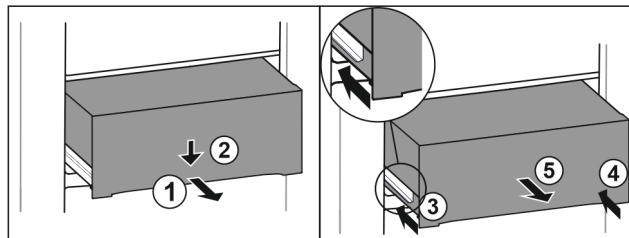

Fig. 121
- ▶ Izvucite ladicu na pola. Fig. 121 (1)
- ▶ Pritisnite ladicu naprijed prema dolje. Fig. 121 (2)
- ▶ Gurnite lijevu vodilicu za oko 2 cm. Fig. 121 (3)
- ▶ Gurnite desnu vodilicu za oko 2 cm. Fig. 121 (4)
- ▶ Izvadite ladicu prema naprijed. Fig. 121 (5)